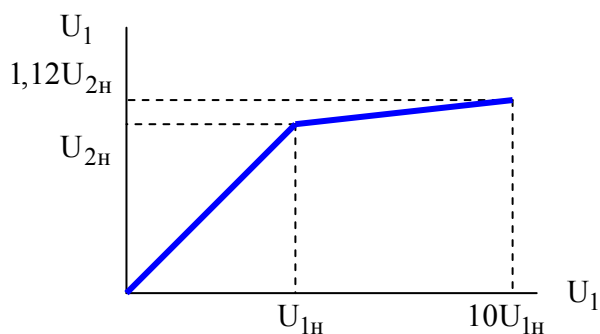
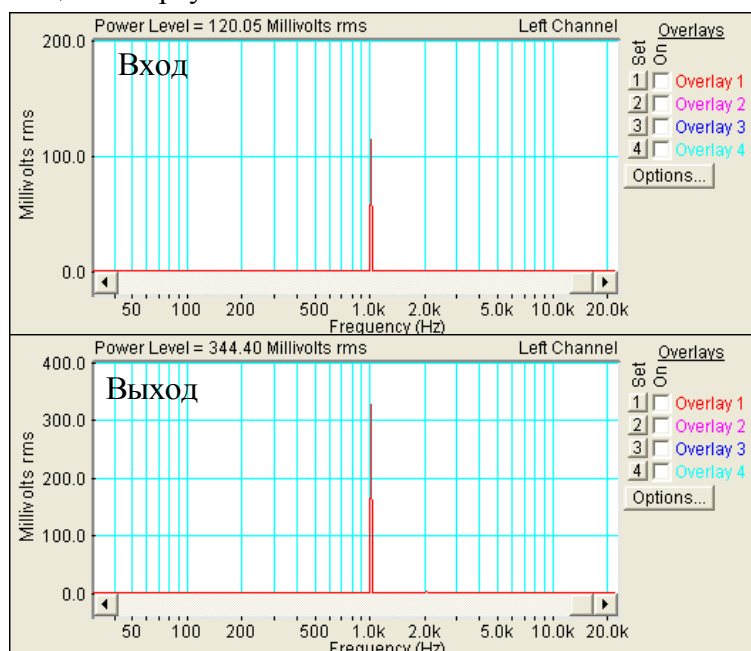

Рис. 4.2 Амплитудная характеристика УО
Рис.4.3. К построению амплитудной характеристики УО и определение номинальных напряжений
При номинальном входном напряжении амплитуда напряжения на выходе также достигает определенной номинальной величины $U_{2н}$. При превышении номинальной амплитуды на входе, например, на 20 дБ, т.е. в 10 раз, возрастание амплитуды напряжения на выходе не должно превышать заданной величины, например, 1 дБ, т.е. 12% (рис.4.2). Таким образом, УО отличается тем, что до номинального напряжения у него один коэффициент передачи (усиления), а выше номинального – другой, значительно меньший.
переключателя Вход/Выход вольтметр измеряет входное и выходное напряжения УО и строится амплитудная характеристика, по которой определяется точка перегиба, как это показано на рис. 4.2. Результат измерения эффективного значения напряжения высвечивается на экране (Power Level) (рис. 4.3). Это трудоемкая операция, так как надо снимать много точек графика.
- Нажмите кнопку . По этой команде автоматически выберется необходимая шкала вольтметра. Двумя ручками регулятора установите по индикатору **Power Level** напряжение сигнала с частотой 1 кГц равным 20 мВ (рис.4.3).